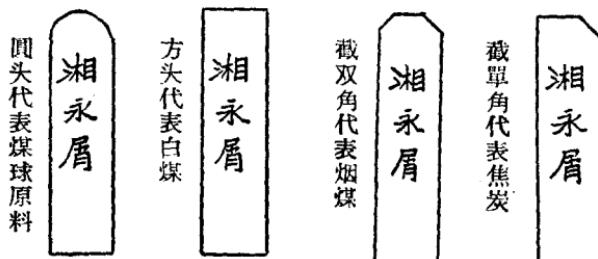

图 14
(2)竹筹規格：圓头代表煤球原料，方头代表白煤，截双角代表烟煤，截單角代表焦炭。竹筹表面寫上具体品种。(見图14)